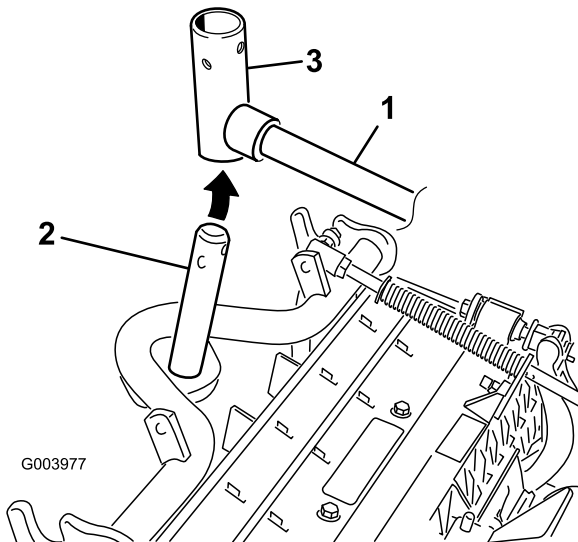

図 10
8. フロントに取り付けるカuttingユニットは、昇降アームの下に入れるときにキャリアフレームのシャフトを昇降アームのピボットヨークに挿入する **図 10**。
- B. 昇降アームのヨークをキャリアフレームのシャフトに通す **図 10**。